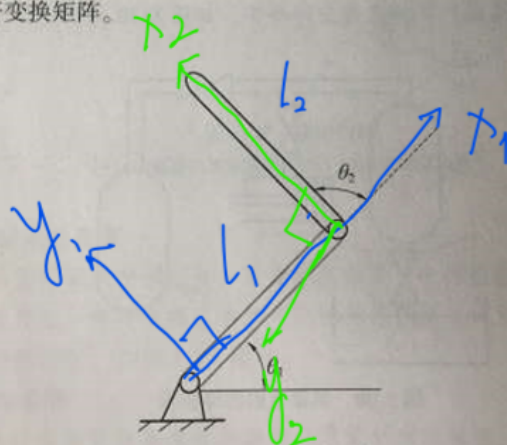

图 3.31 两连杆结构图
5. 平面 2R 机械手如图 3.31 所示，两连杆的长度为 l_1, l_2 。